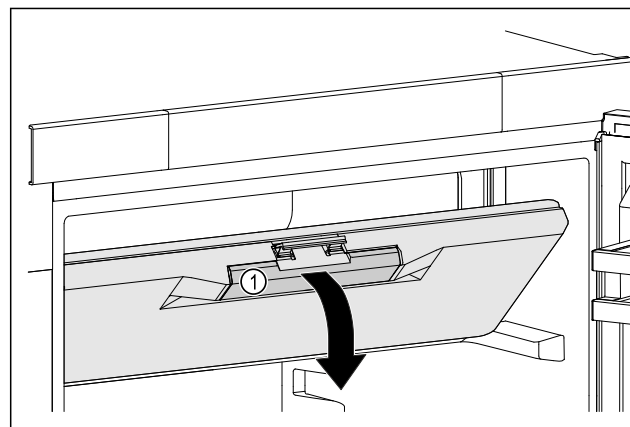

Fig. 90
- Dotkněte se dvířek mrazicího oddílu na prohlubni rukojeti Fig. 90 (1).